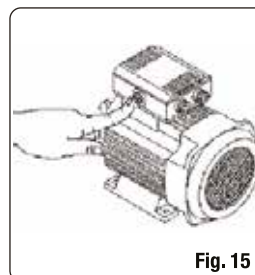

Fig. 15
Los motores monofásicos de los compresores de la serie AB están provistos por un protector térmico de sobre consumo de corriente de rearme manual, colocada al exterior de la tapa de la regleta de bornes. Cuando se activa esta protección térmica, espere unos minutos, luego restablezca manualmente el interruptor térmico (fig. 15).
- En caso de la serie AB, que no haya intervenido la protección térmica (fig. 15).